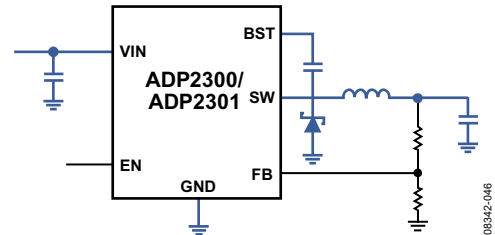

图49. 带高电流走线（显示为蓝色）的典型应用电路
- 确保高电流环路的走线尽可能短而宽。高电流路径如图49所示。